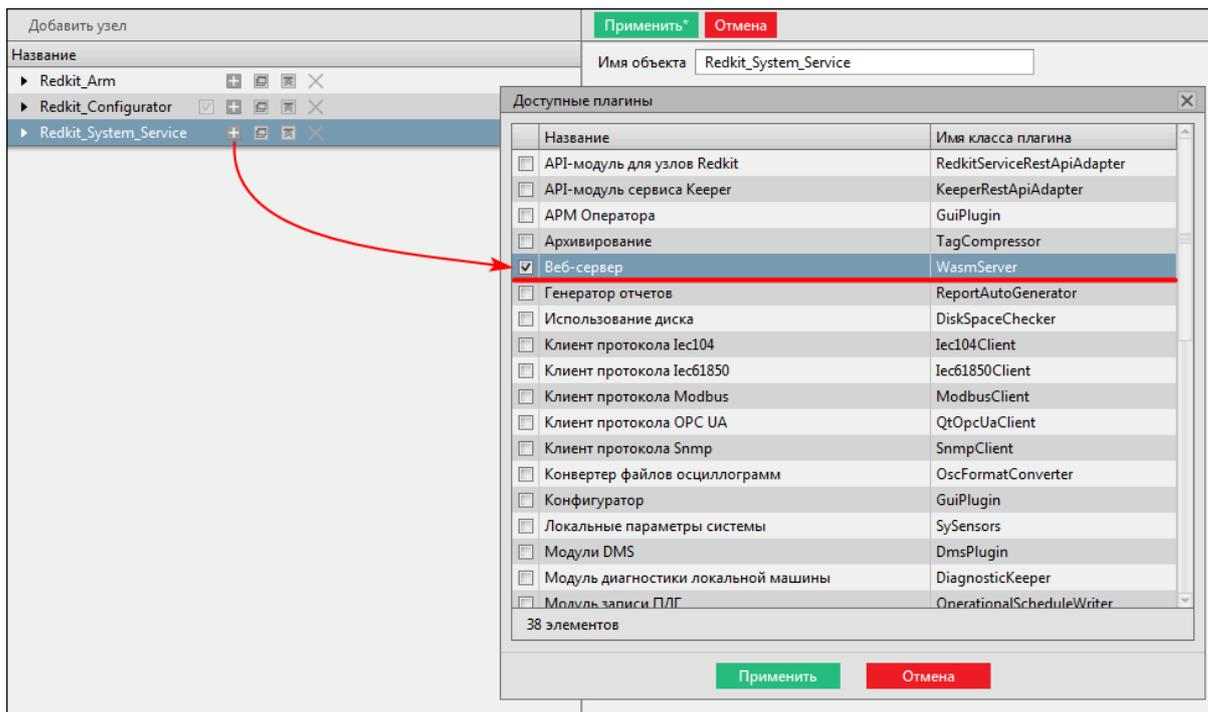

Рисунок 512 - Модуль "Веб-серв
4. У узла *Redkit\_System\_Service* нажмите на **+** и выберите модуль **Веб-сервер** (Рисунок 512).